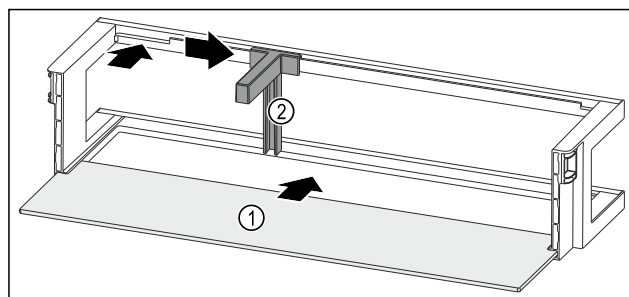

Fig. 264 Dveřní přihrádka s odkládací plochou
- ▶ Odkládací plochu Fig. 264 (1) zasuňte do bočních vybrání.
- ▶ Držák lahví Fig. 264 (2) vložte do vybrání.
- ▶ Držák lahví Fig. 264 (2) posuňte na stranu do požadované polohy.